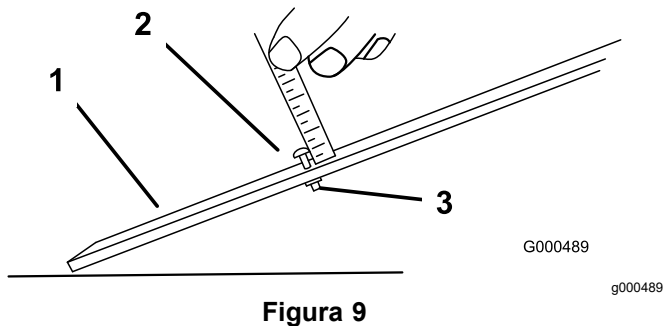

Figura 9
1. Afloje la tuerca de la barra de ajuste y ajuste el perno a la altura de corte deseada (Figura 9).